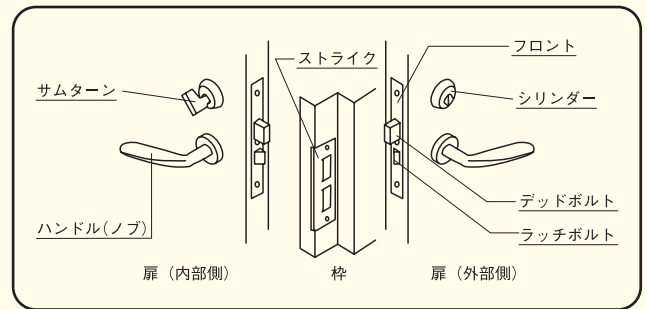

図2
- ② 落ち難い汚れの場合には、中性洗剤を薄めた液で、やわらかい布またはスポンジを使って洗い、その後洗剤の成分が残らないように十分に拭き取ってください(図2)。